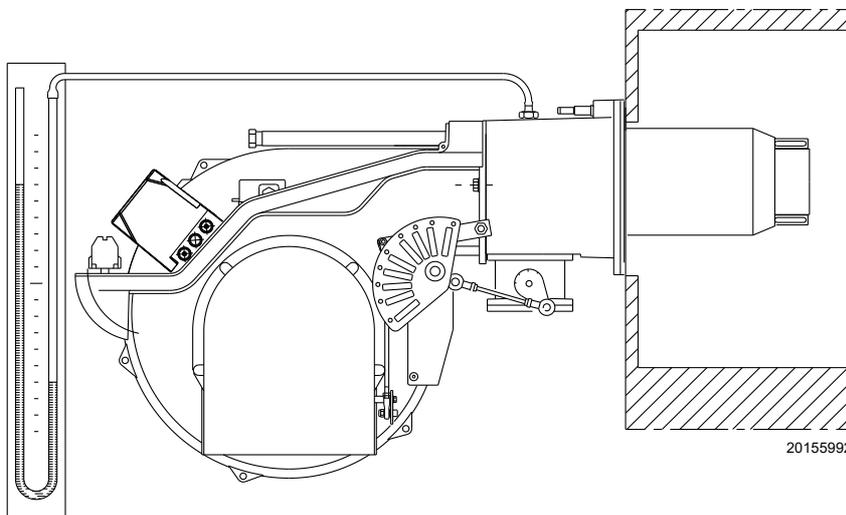

Fig. 27
- Purger l'air des tubes de la rampe gaz, en raccordant un tube en plastique sur la prise de pression 1)(Fig. 27) du pressostat gaz seuil minimum.
- Monter un manomètre en U (Fig. 27) sur la prise de pression du gaz du manchon. Il sert à mesurer approximativement la puissance MAX. du brûleur, à l'aide des Tab. K à la page 22.
L'arrivée de gaz au manchon est mise en évidence sur le manomètre en U (Fig. 27 à la page 26). Une fois l'allumage réalisé, passer au réglage complet du brûleur.
À titre d'orientation, on peut le trouver dans le Tab. K à la page 22, il suffit de lire la pression du gaz sur le manomètre en U, voir Fig. 27 à la page 26, et suivre les indications.